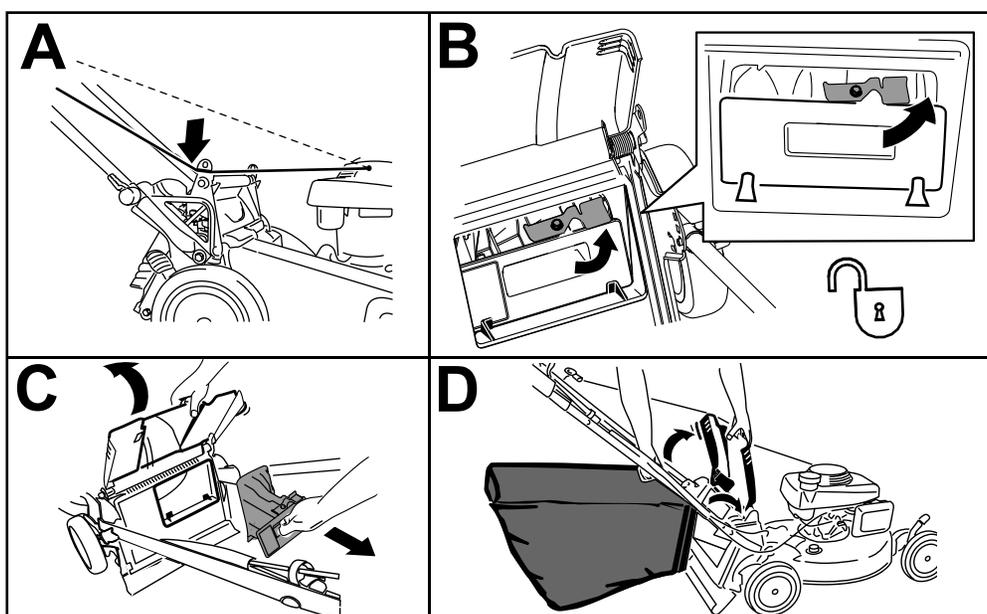

Рисунок 22
1. Проложите трос стартера вокруг нижней направляющей троса (вид А на Рисунок 22).
2. Поднимите и удерживайте вверх задний дефлектор и вытяните наружу заднюю заглушку (вид В на Рисунок 22).
3. Вытяните наружу заднюю заглушку (вид С на Рисунок 22).
4. Навесьте верхний передний край травосборника, выходящий из стержней травосборника, на пазы кронштейнов рукоятки (вид D на Рисунок 22).